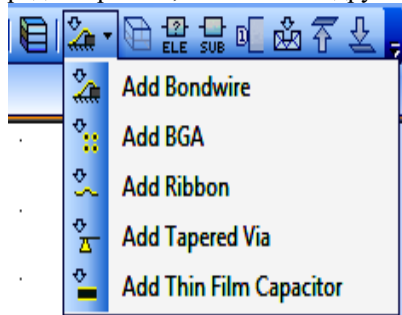

Рис. 1
1. При активном окне двухмерной топологии щёлкните по кнопке **Add** на панели инструментов, чтобы добавить желательную pcells (рис.1).